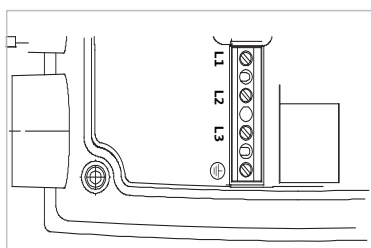

Fig. 24: Morsetti di potenza (morsetti di alimentazione dalla rete)
- Morsetti di potenza (morsetti di alimentazione dalla rete) (fig. 24)